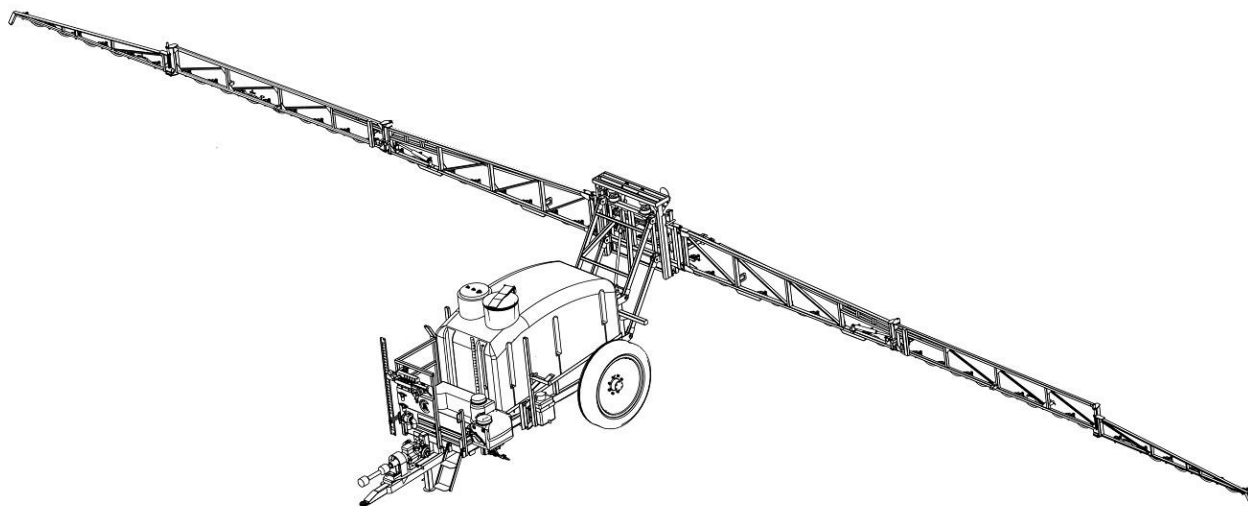

Рис.1 Общий вид опрыскивателя ОПШ-24-3000
Опрыскиватель (рис.1), выполненный в виде одноосного полуприцепа, агрегируемого на гидрокрюке трактора, состоит из рамы, опирающей в задней части на ось с двумя ходовыми колесами и в передней части на опору (рис.1,2), бака (на 3000) для рабочей жидкости с гидравлической мешалкой, дополнительного промывочного бака (на 350 литров), миксером для быстрого и качественного приготовления раствора из концентрата, насоса с приводом и манометром, всасывающей и нагнетательной систем, штанги, механизмов регулирования и складывания штанги и вспомогательного оборудования. Также в комплектацию опрыскивателя входит бачок на 20 литров для мытья рук.
4.2 Бак на 3000 литра (см. рис.1) предназначен для приема и содержания рабочих растворов пестицидов, удобрений или смесей. В верхней части бака расположена заливная горловина, в которой установлен заливной фильтр. Горловина плотно закрывается крышкой при помощи прижима и ручки. Плотное прилегание крышки к горловине бака обеспечивается уплотнением и ее регулировкой с помощью гаек. В нижней части бака имеется заборный патрубок, сзади бака имеются две гидромешалки. На баке также